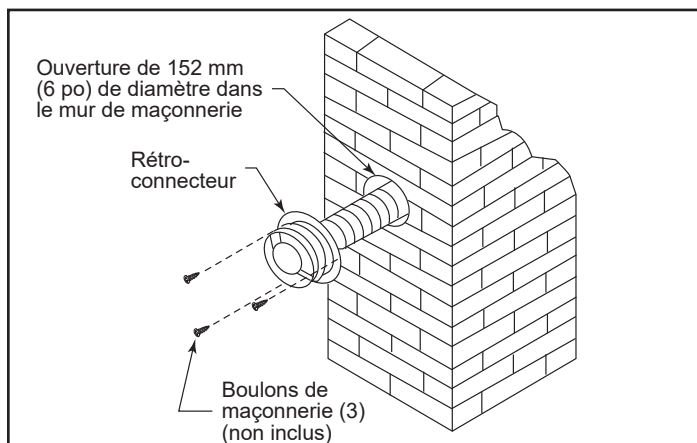

Figure 3.51
8. Fixez le tuyau flexible au rétroconnecteur. Utilisez trois vis à tôle pour attacher la gaine flexible au connecteur (figure 3.51). Montez le rétroconnecteur sur le mur de maçonnerie en utilisant des écrous à maçonnerie. Percez des trous plus gros dans le connecteur si nécessaire. Assurez-vous que le connecteur est au centre de l'ouverture et que les trous de montage sont alignés avec ceux du mur de maçonnerie.